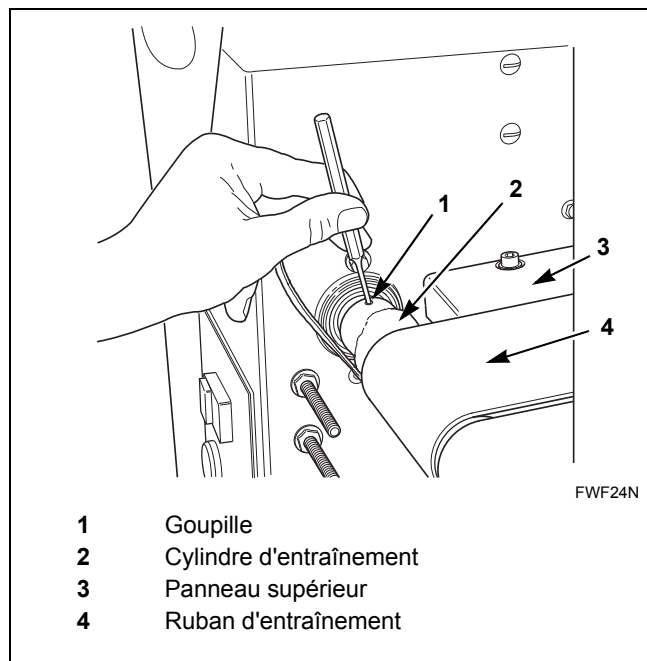

Figure 25
4. À l'aide d'un pointeau, extraire complètement la goupille. Se reporter à la *Figure 25*.